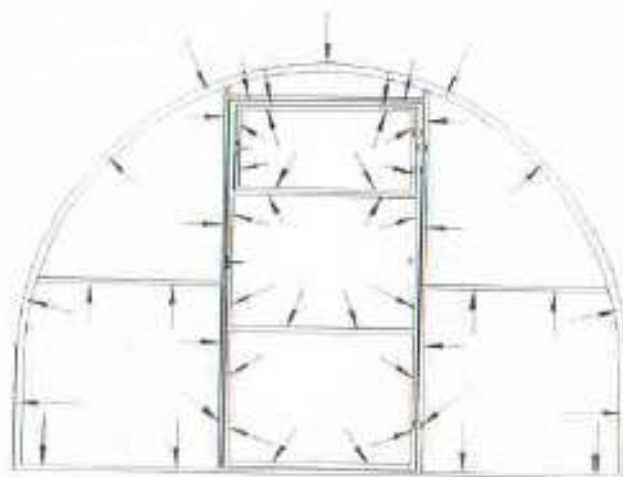

Рис. 1
- 5.1 Перед сборкой теплицы необходимо закрепить листы поликарбоната на торцах. Раскрой и рекомендуемые места крепления показаны на рис. 1. **При установке**